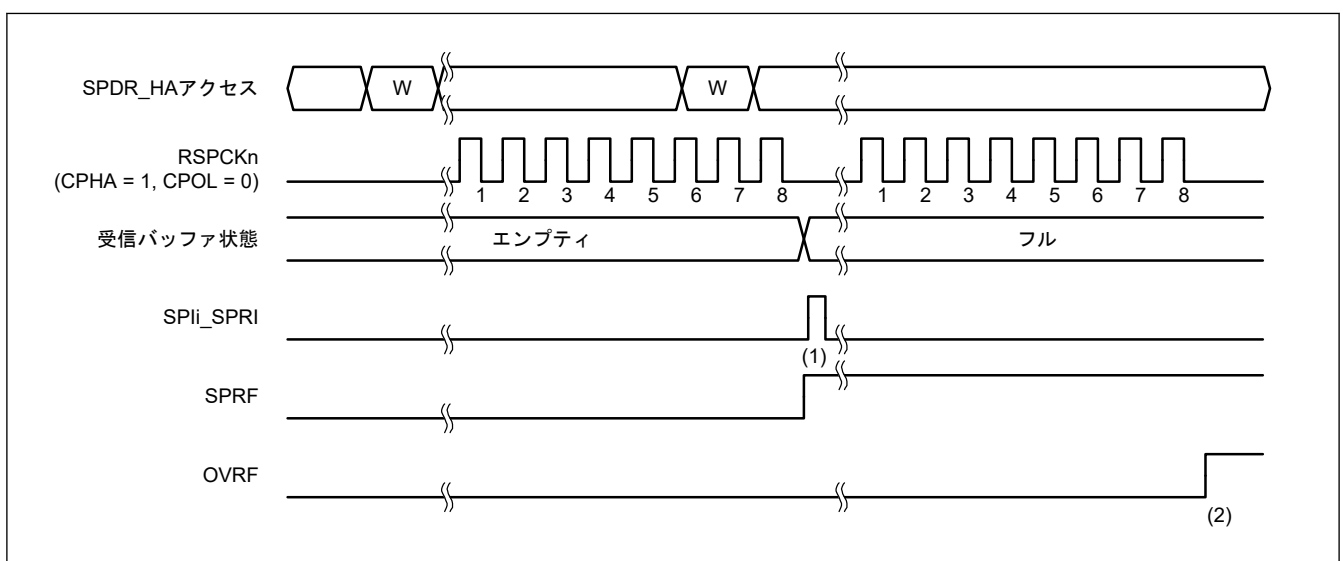
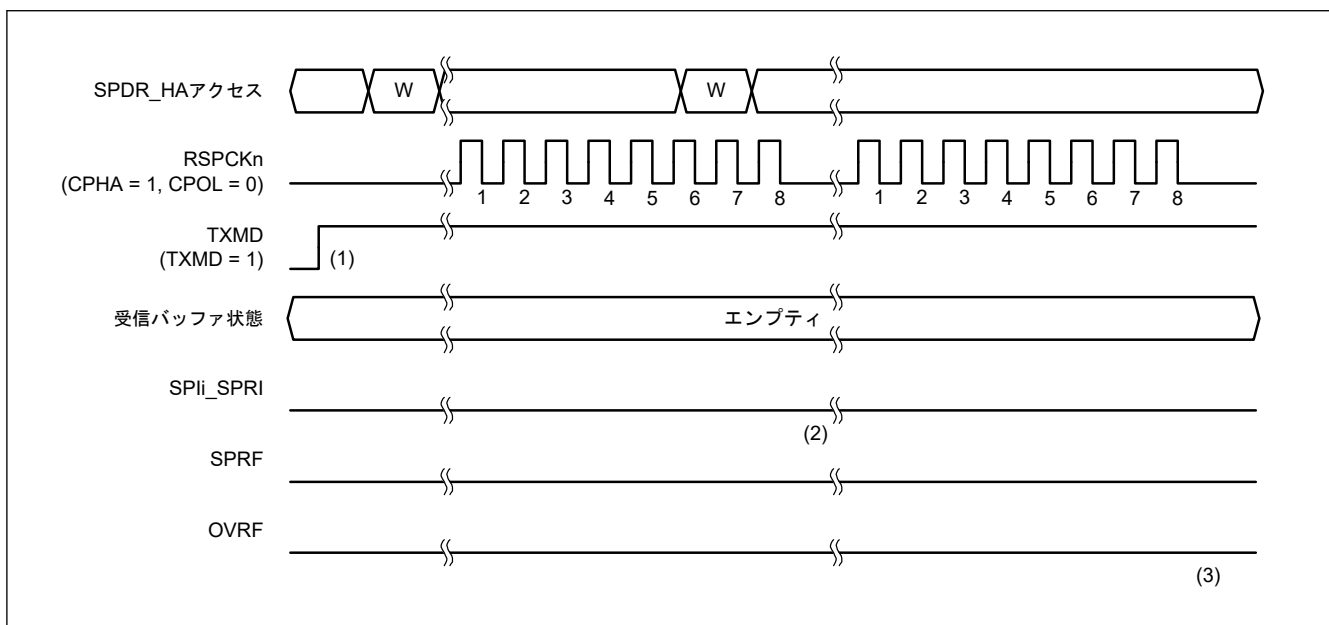

図 28.24 SPCR.TXMD = 0 の場合の動作例
図 28.25 SPCR.TXMD = 1 の場合の動作例
全二重同期式シリアル通信または送信動作は、通信動作モード選択ビット (SPCR.TXMD) でのみ選択できます。図 28.24 および図 28.25 に示すレジスタアクセスは、SPDR/SPDR_HA レジスタへのアクセスの条件を示します。W は書き込みサイクルを示します。
図 28.24 は、通信動作モード選択ビット (SPCR.TXMD) が 0 に設定されている場合の動作例を示します。この例では、SPCMD0.CPHA ビットが 1、SPCMD0.CPOL ビットが 0 の設定で、SPI が 8 ビットのシリアル転送を実行しています。RSPCKn 波形の下に記載した数字は RSPCK サイクル数 (= 転送ビット数) を示しています。
以下に、図 28.24 の (1)、(2) に示したタイミングでのフラグ動作を説明します。
図 28.25 は、通信動作モード選択ビット (SPCR.TXMD) が 1 に設定されている場合の動作例を示します。この例では、SPCMD0.CPHA ビットが 1、SPCMD0.CPOL ビットが 0 の設定で、SPI が 8 ビットのシリアル転送を実行しています。RSPCK_n 波形の下に記載した数字は RSPCK サイクル数 (= 転送ビット数) を示しています。
以下に、図 28.25 の (1)~(3) に示したタイミングでのフラグの動作内容を説明します。